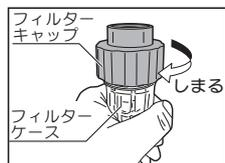

図1
1. フィルターキャップをゆるめてフィルターケース内のフィルターが正しく組込まれていることを確認してください。(図1)